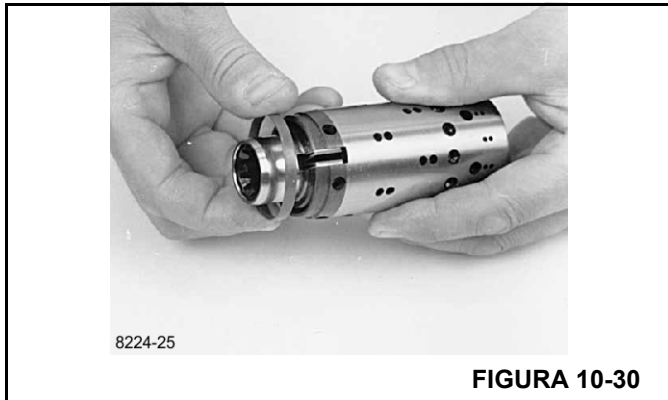

FIGURA 10-30
- Presione el anillo hacia abajo sobre el manguito (Figura 10-30).